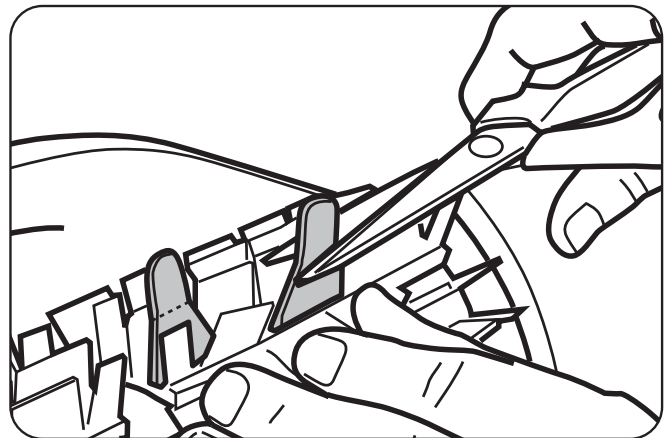

Figura 22. Corte las lengüetas
4. Corte las lengüetas con tijeras para que no estén más largas que las puntas (Figura 22).